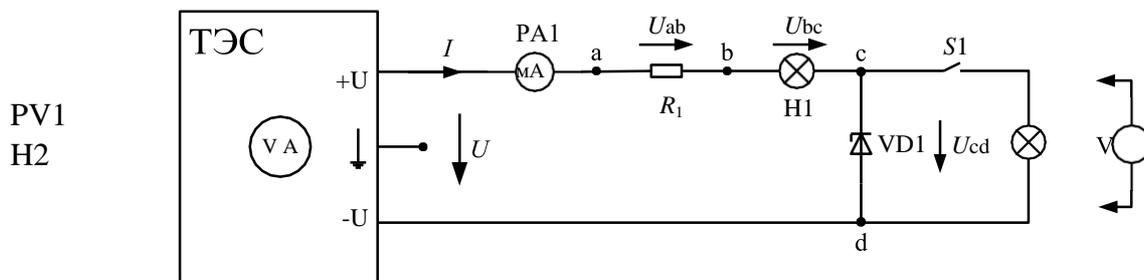

Рис.1
В работе исследуется электрическая цепь, содержащая линейный резистор  $R_1$ , две электрические лампы накаливания  $H_1$  и  $H_2$  и полупроводниковый стабилитрон  $VD_1$  (рис.1). Для снятия вольт-амперных характеристик (ВАХ) используется регулируемый источник ЭДС, миллиамперметр  $PA_1$  и вольтметр  $PV_1$ . С помощью ключа  $S_1$  изменяется конфигурация схемы.
2. Собрать электрическую цепь, соответствующую схеме замещения (рис.1) и показать её преподавателю.